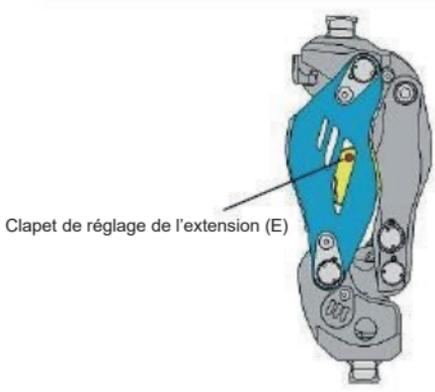
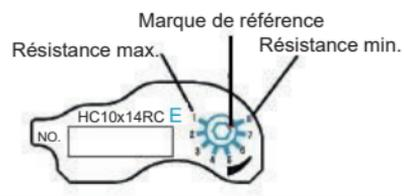

Fig. 13 Positionnement du clapet de réglage de l'extension
Fig. 14 Échelle graduée du clapet de réglage de l'extension
Si un impact terminal se produit à la fin de la phase pendulaire, réglez la résistance à l'extension. Comme indiqué à la figure 13, le clapet de réglage de l'extension (E) est situé sur le côté gauche, du point de vue de l'utilisateur. Comme indiqué à la figure 14, l'échelle est graduée de « 1 » à « 8 ». « 1 » correspond à la résistance hydraulique la plus élevée, tandis que « 8 » correspond au niveau le plus faible.